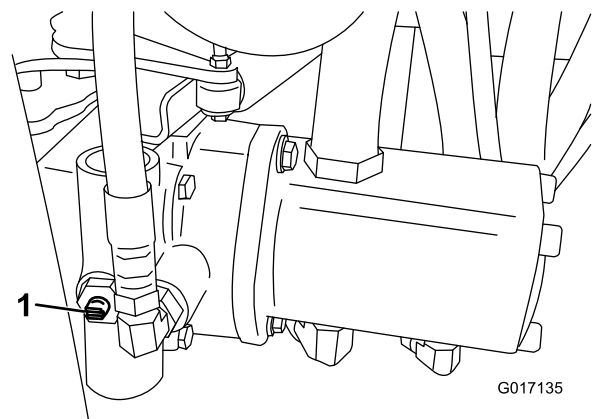

Figura 31
1. Localize a válvula de derivação na bomba e rode-a de forma a que a ranhura fique na vertical (Figura 31).
2. Antes de ligar o motor, feche a válvula de derivação rodando-a de forma a que a ranhura fique na horizontal (Figura 31). Não ligue o motor quando a válvula se encontrar aberta.